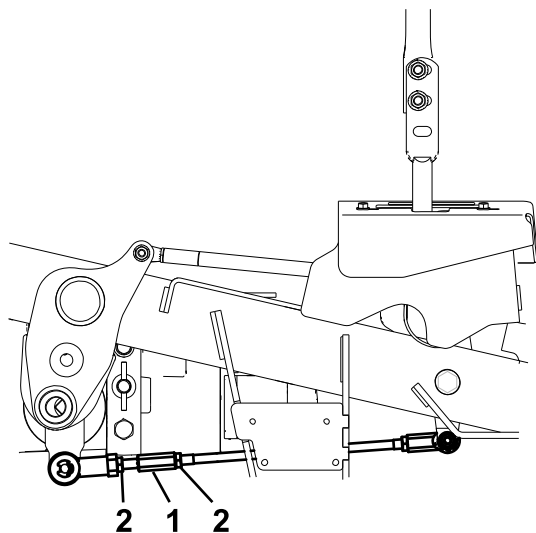

Figura 64
10. Ajuste os comprimentos da barra de controlo da bomba rodando as porcas duplas na barra na direção adequada até as rodas andarem ligeiramente para trás (Figura 64).